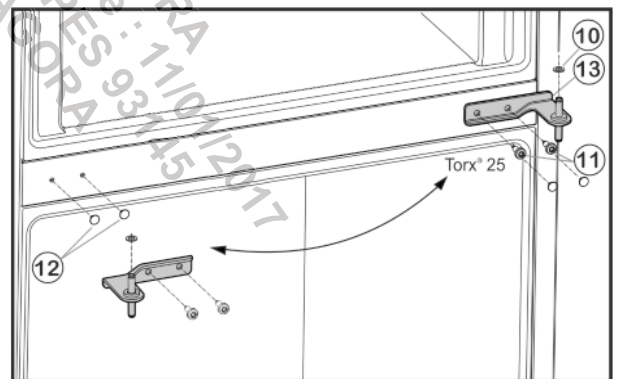

Fig. 5
- ▶ Desserrer les vis de fixation Fig. 5 (11) (2 fois Torx® 25) et retirer le support de palier du milieu de la porte inférieure.
- ▶ Retirer la rondelle en plastique Fig. 5 (10).
- ▶ Retirer soigneusement les habillages Fig. 5 (12) et les remettre en place du côté opposé.
- ▶ Remettre en place le support de palier du milieu Fig. 5 (13) à 180° dans la porte inférieure et la visser solidement à l'aide des vis de fixation Fig. 5 (11) (2 fois Torx® 25) sur le nouveau côté de la charnière (**avec 4 Nm**).
- ▶ Remettre en place la rondelle de plastique Fig. 5 (10).
- ▶ Mettre en place la porte supérieure sur le support de palier Fig. 5 (13).